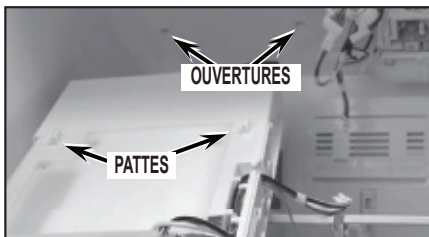

FIGURE 20
23. Placer la boîte à glaçons par-dessus les conduits d'air de la paroi arrière de la caisse, tout en engageant les pattes situées en haut du module dans les ouvertures en haut de la caisse. Voir Figure 20.